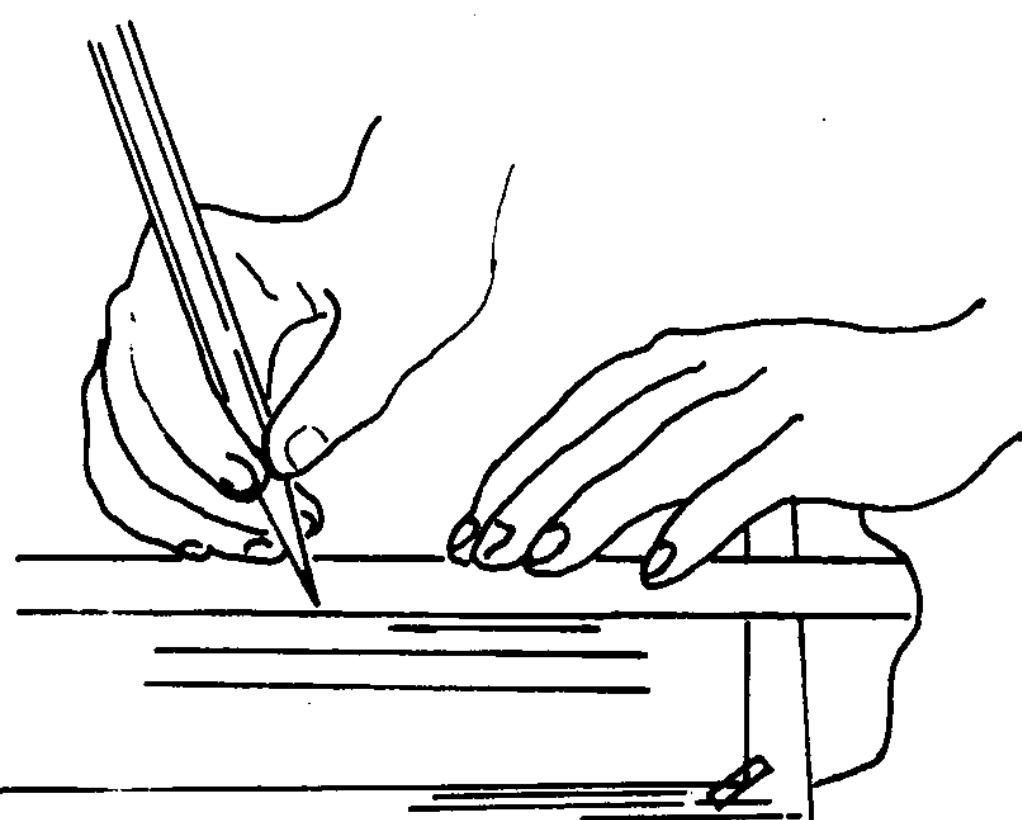

图 1-3 用丁字尺画水平线
(1) 图板 板面要光滑，图板框要平直。图板的大小有各种不同规格，一般绘图教室可配置 0 号 ( $900 \times 1200$  毫米) 或 1 号 ( $600 \times 900$  毫米) 图板。一年级学生自备或借用的图板可以是 2 号 ( $400 \times 600$  毫米)。不同规格的图板适用于画不同幅面的图纸。图板不能受潮或暴晒，以防变形，为保持板面平滑，贴图时宜用透明胶纸，不要使用图钉。不画图时可将图板竖立保管，并注意保护工作边。
(2) 丁字尺 丁字尺由相互垂直的尺头和尺身组成，尺头内侧和尺身工作边必须平直。丁字尺主要用于画水平线。画图时左手把住尺头使之始终贴住图板左边并将尺身推移到画线位置后右手自左至右画线。画长线时要用左手按紧尺身以防尺尾摆动影响图线平直（图 1-3）。